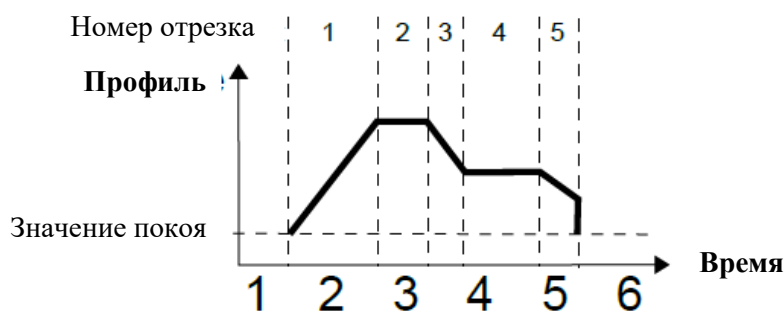

Рисунок 2.65
- «по уровню» – означает, что профиль запустится, когда источник сигнала будет иметь значение  $> 0$ , в противном случае (если исходное значение  $\leq 0$ ) профиль запущен не будет (см. рисунок 2.65, и пример «а» на рисунке 2.66);
- «по фронту (раз)» – означает, что запуск профиля будет осуществлен по фронту сигнала источника (от значения  $\leq 0$  до значения  $> 0$ ). После того, как профиль запущен, он будет выполнен полностью, независимо от изменений сигнала источника (см. рисунок 2.65 и пример «а» на рисунке 2.66);
- «по фронту» – означает, что запуск профиля будет осуществляться по фронту сигнала источника (от значения  $\leq 0$  до значения  $> 0$ ). Этот режим, в отличие от режима «по фронту (раз)» подразумевает, что профиль будет запускаться вновь каждый раз, когда фронт сигнала источника будет соответствовать указанным параметрам (см. рисунок 2.65 и пример «а» на рисунке 2.66).